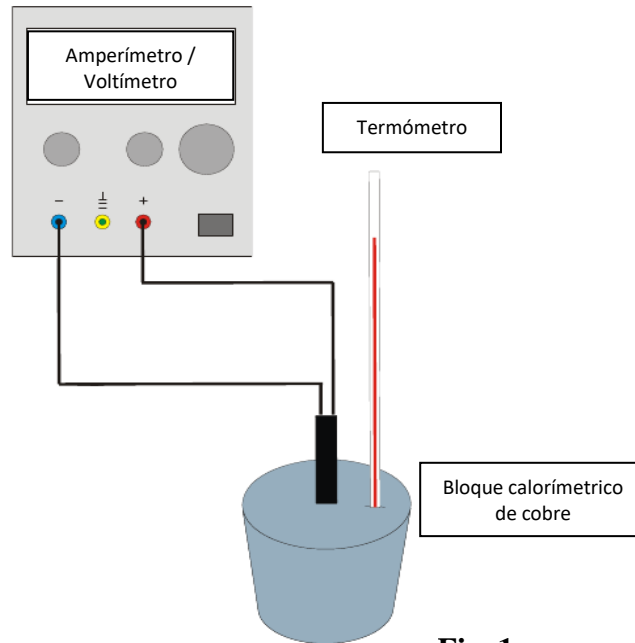

Fig. 1
5. Configure el circuito según la Fig. 1.